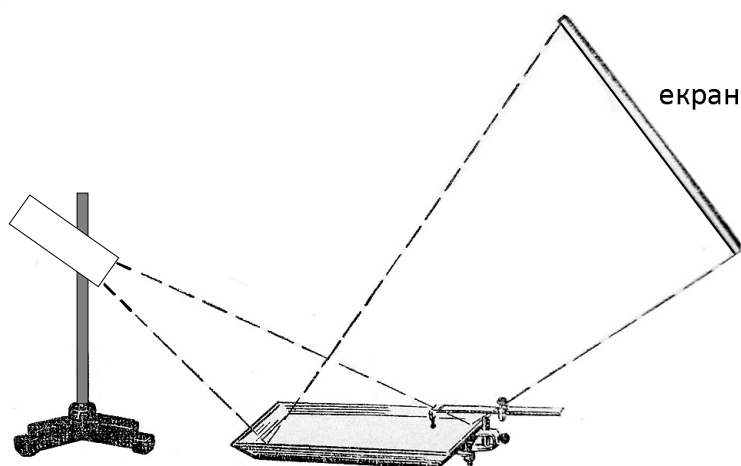

Рис. 8
1. Встановіть на столі хвильову ванну, на її дно покладіть тканину за розміром ванни. Зверху на тканину покладіть дзеркало. Поруч з ванною в штативі на висоті 50 – 60 см закріпіть освітлювач для тіньової проекції так, щоб світловий пучок був направлений на ванну. З другої сторони від ванни закріпіть похилий екран (див. рис. 8).